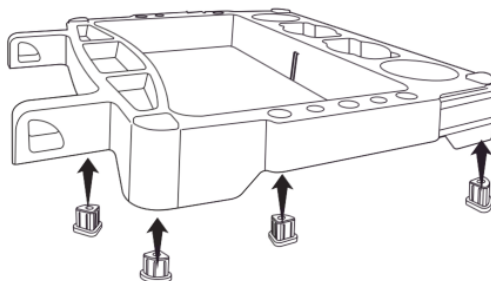

Fig. 1
1. Retirez les quatre douilles (2) et installez-les dans le plateau inférieur (1) (fig. 1).